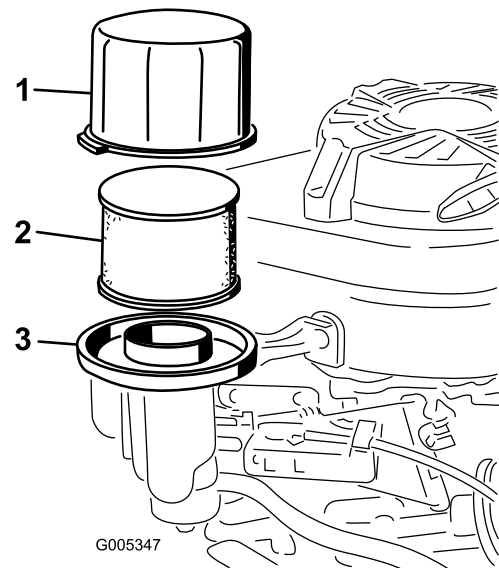

Figura 22
- Retire la tapa y límpiela a fondo (Figura 22).
- Retire el prefiltro de gomaespuma y el filtro de aire de papel de la base del filtro de aire (Figura 22).